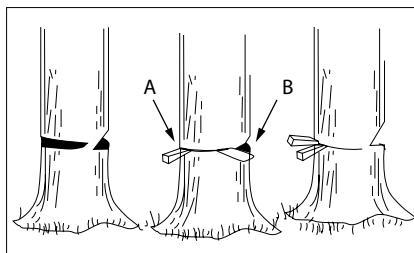

Fig. 16
Utilice cuñas de madera o plástico (A) para evitar que la barra o la cadena (B) se atasque en el corte. Las cuñas también controlan la tala (fig. 16).